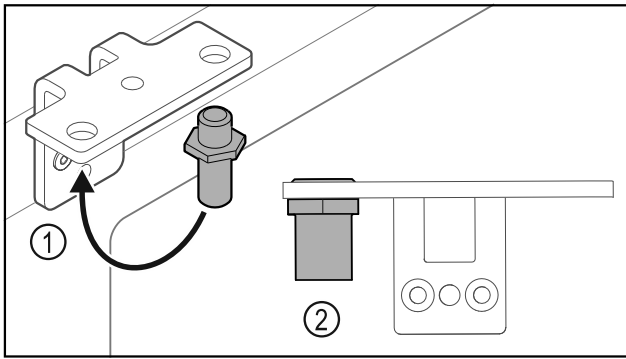

Fig. 32
- ▶ Переставьте палец Fig. 32 (1) в шарнирный уголок.
- ▶ Затяните палец Fig. 32 (2) с **моментом 12 Нм**.